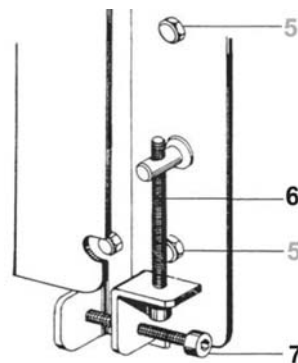

Abb. 18: Schiebetisch ausrichten
Schritt 5: Sechskantschrauben wieder festziehen (5, Abb.18)